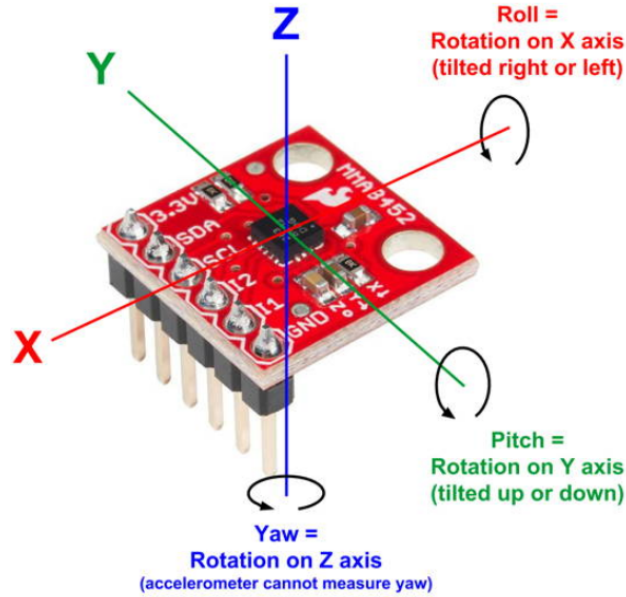

Figura 4: Rotación de ejes.
4. Desplegar en el *Serial Monitor* el ángulo de giro al rededor de los ejes X (roll) y Y (pitch) para cada posición arbitraria (Figura 4).